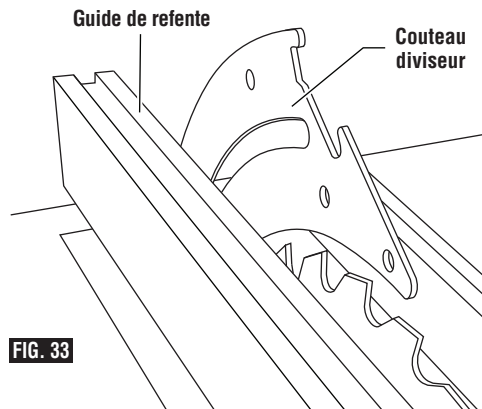

FIG. 33
- Placez le guide de refente sur le côté gauche de la table. Déplacez avec précaution le guide de refente contre la lame de façon que le guide de refente soit parallèle à la lame et effleure juste les extrémités des dents de la scie. Verrouillez le guide de refente et assurez-vous que la lame à l'avant et à l'arrière est toujours en contact avec le guide de refente (Fig. 33).